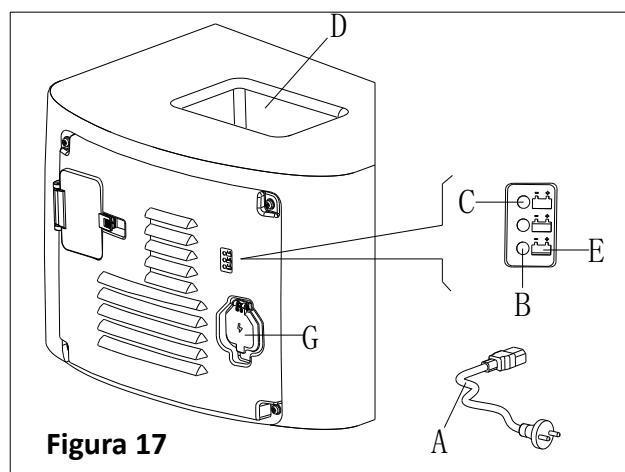

Figura 17
6. Collegare il cavo del carica-batteria (A, Figura 17) all'alimentazione (G), e quindi tutte le funzioni della macchina eccetto la ricarica vengono automaticamente interrotte. La spia luminosa LED rossa (B) normalmente accesa attesta che la macchina è in ricarica.
7. Le batterie sono completamente cariche quando la luce verde LED (C) si accende.
8. Staccare il cavo di ricarica della batteria dall'alimentazione a ricarica ultimata, quindi riporre il cavo del carica-batterie nel vano porta-oggetti (D).
Per ulteriori informazioni circa il carica-batterie a bordo (E, Figura 17), consultare il manuale a proposito del Servizio di Assistenza.